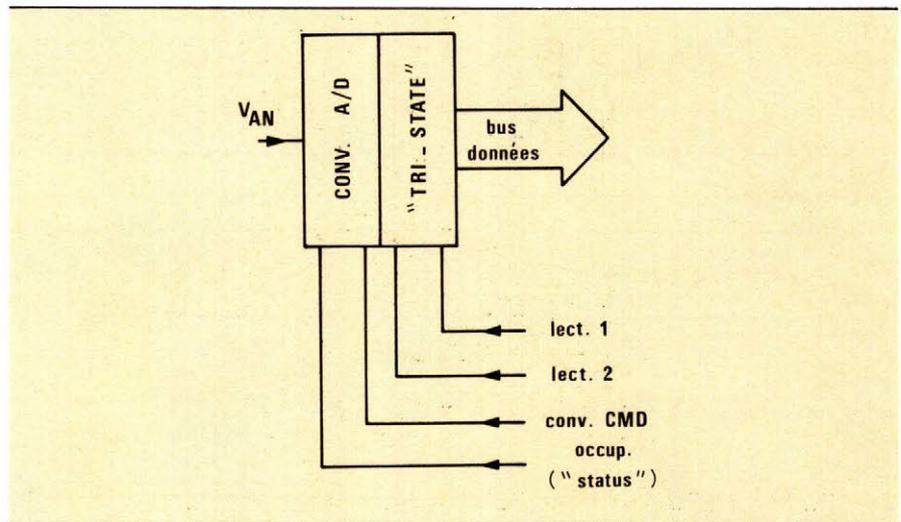

Fig. 9.
- Le convertisseur A/D commence la conversion lorsqu'il en reçoit l'ordre par le signal CONV. CMD (fig. 9).